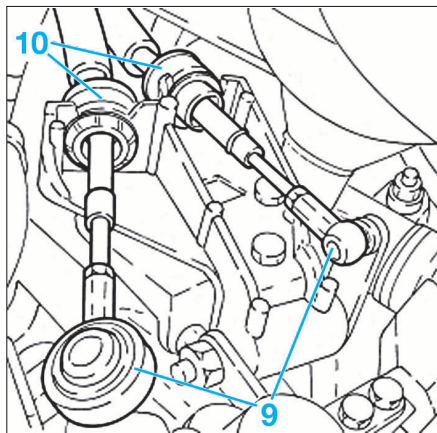

FIG. 13
- Débrancher les câbles (9) de commande et de sélection des rapports (Fig.13).
- Tirer vers l'arrière les bagues (10) de verrouillage puis dégager les câbles de commande et de sélection de leur support.
- Débrancher les câbles de commande et de sélection de la boîtes de vitesses (voir (Fig.4) ou (Fig.13) selon le modèle).